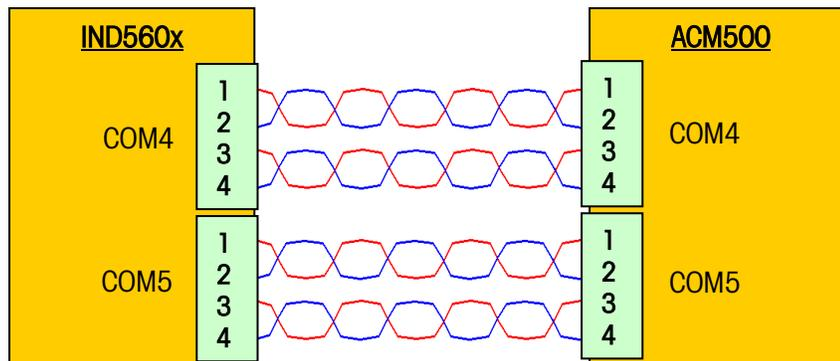

Abbildung 3-12: Eigensichere serielle Schnittstellenverdrahtung
- Folgen Sie den Verdrahtungsverbindungen, die in Abbildung 3-12 und Tabelle 3-3 dargestellt sind. Beziehen Sie sich auf die Abbildung 3-11 als Hilfestellung bei der Identifizierung der Terminal-Positionen. Achten Sie darauf, dass Sie die interne Verdrahtung so kurz halten, wie dies praktisch möglich ist.
- Folgen Sie den Verdrahtungsverbindungen, die in Abbildung 3-12 und Tabelle 3-3 dargestellt sind. Beziehen Sie sich auf die Abbildung 3-11 als Hilfestellung bei der Identifizierung der Terminal-Positionen. Achten Sie darauf, dass die internen Drähte so kurz wie praktisch möglich sind.